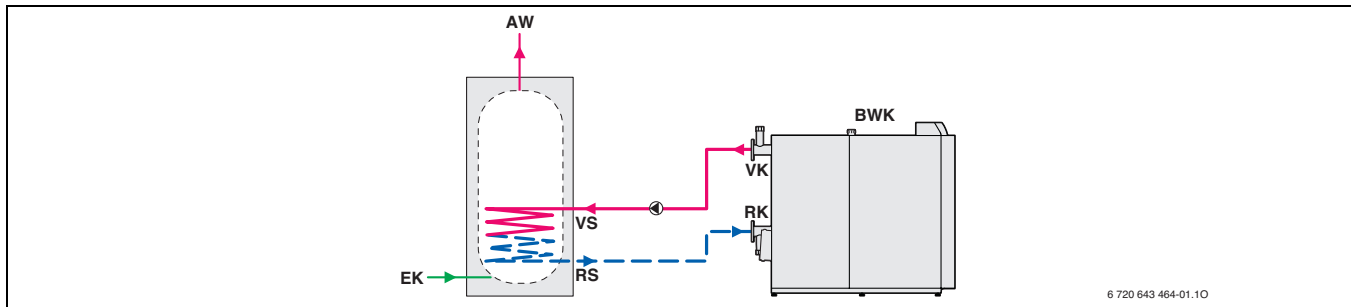
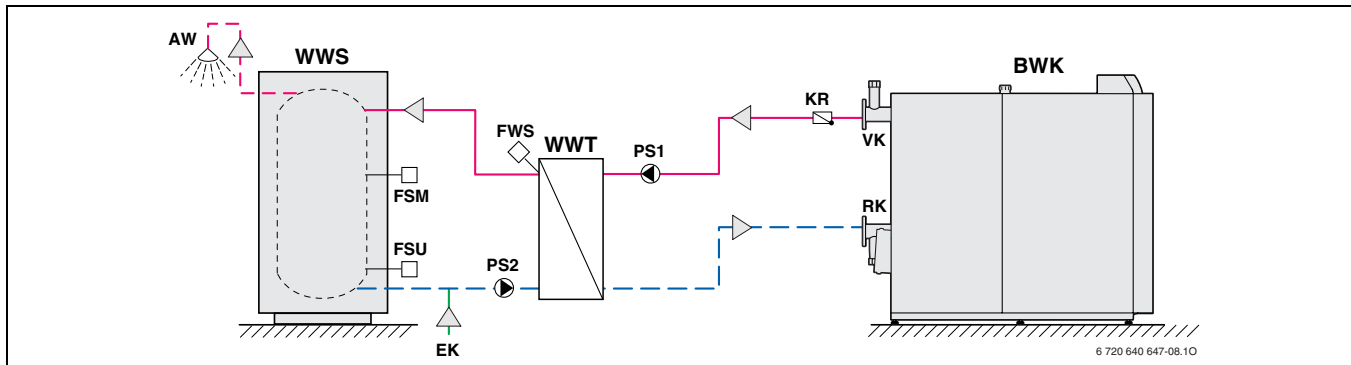

Fig. 12 Sistema per la produzione di acqua calda sanitaria
Fig. 13 Sistema combinato accumulatore-scambiatore di calore per la produzione di acqua calda sanitaria
**i** In caso di impianti con sistema di produzione acqua calda combinato accumulatore-scambiatore di calore (scambiatore esterno), lo scambiatore di calore e la pompa del circuito primario (→ PS1 nella fig. 13) devono essere progettati per  $\Delta T$  da 20 K fino a un massimo di 25 K.
#### Legenda della fig. 12 e della fig. 13: